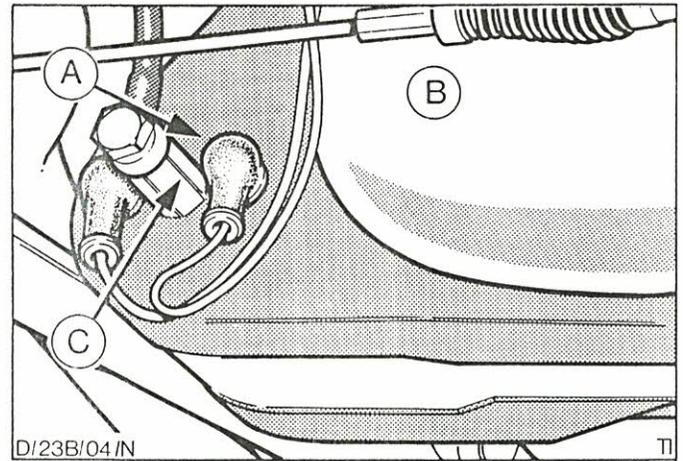

Abb.5 Sitz der Elektrokraftstoffpumpe
a) Elektrokraftstoffpumpe, Abb.5.